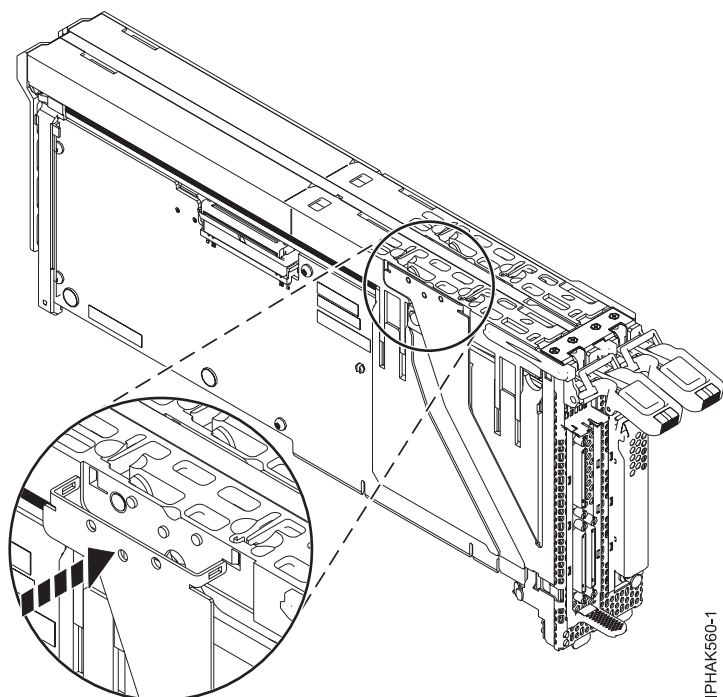

Figura 61. Fixar la placa frontal
8. Pressioneu els braços exteriors del conjunt de la placa frontal fins que es col·loquin al seu lloc. Vegeu la Figura 61 a la pàgina 77.